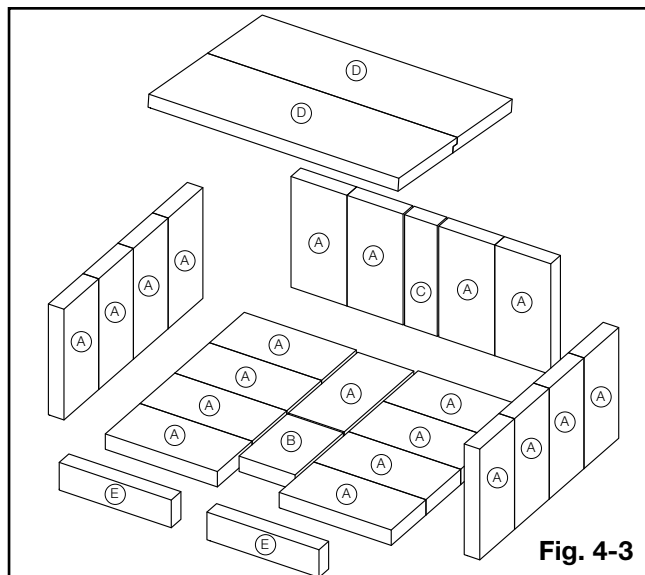

Fig. 4-3
Avec l'installation de l'appareil et la cheminée complétée, déplacez les briques en place comme illustré ci-dessous (**Fig. 4-3**).
Placez brique (C) dans le centre, avec deux briques (A) sur chaque côté comme illustré (**Fig. 4-3**).